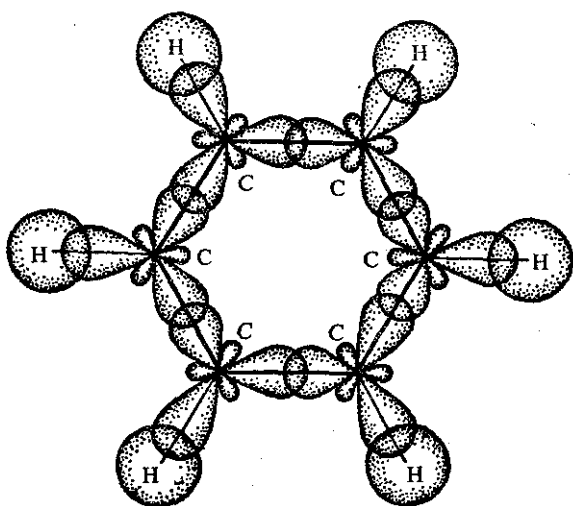
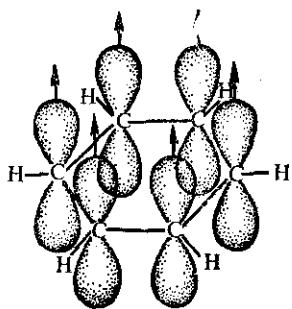
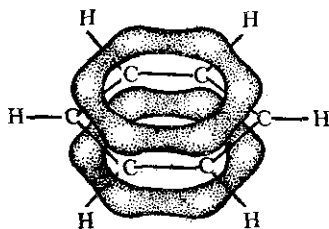

Рис. 16.1. Схема образования  $\sigma$ -связей в молекуле бензола
Рис. 16.2. Схема образования  $\pi$ -связей в молекуле бензола
Рис. 16.3.  $\sigma$ - и  $\pi$ -Связи в молекуле бензола
**Электронное строение бензола.** Каждый атом углерода в молекуле бензола находится в состоянии  $sp^2$ -гибридизации (см. § 3.2). Он связан с двумя соседними атомами углерода и атомом водорода тремя  $\sigma$ -связями. В результате образуется плоский шестиугольник, где все шесть атомов углерода и все  $\sigma$ -связи C—C и C—H лежат в одной плоскости (рис. 16.1). Электронное облако четвертого электрона ( $p$ -электрона), не участвующего в гибридизации, имеет форму гантели и ориентировано перпендикулярно к плоскости бензольного кольца. Такие  $p$ -электронные облака соседних атомов углерода перекрываются над и под плоскостью кольца (рис. 16.2). В результате шесть  $p$ -электронов образуют общее электронное облако и единую химическую связь для всех атомов углерода. Две области большой электронной плоскости расположены по обе стороны плоскости  $\sigma$ -связей (рис. 16.3).